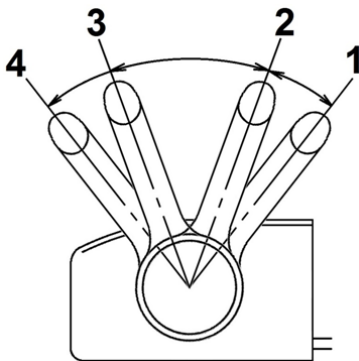
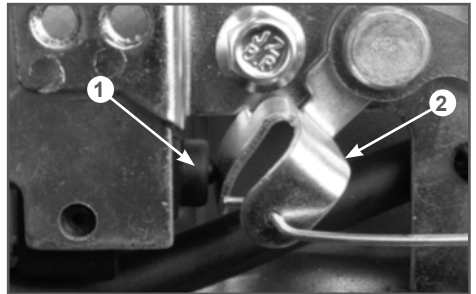
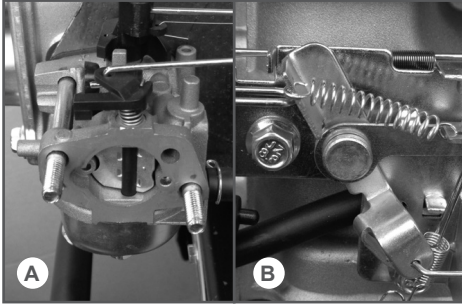

Рис. 9 Рабочие положения рычага газа
Рис. 10 Рычаг управления и выключатель зажигания
Рис. 11 Воздушная заслонка карбюратора закрыта
8. Проверьте регулировку троса газа. При правильной регулировке троса газа рычаг газа имеет 4 рабочих положения (Рис. 9).
При установке рычага газа в положение «4» (Рис. 9), рычаг управления 2 на панели управления двигателя должен нажимать на кнопку выключателя 1 зажигания (Рис. 10).
При установке рычага газа в положение «1» (Рис. 9), рычаг управления на панели управления двигателя должен, толкая тягу управления воздушной заслонкой (Рис. 11В), полностью закрывать воздушную заслонку карбюратора (Рис. 11А). Проконтролировать закрытие воздушной заслонки карбюратора можно только при снятых крышке воздушного фильтра и бумажонном фильтрующем элементе. Для наглядности на Рис. 11А корпус воздушного фильтра полностью снят.